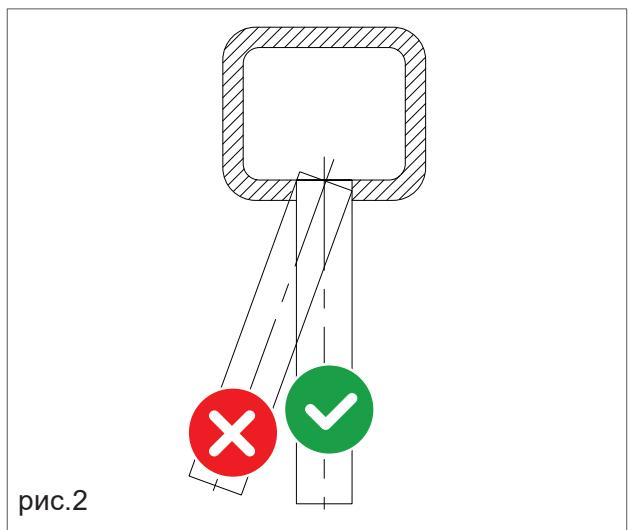

рис.2
- › Труба дымоудаления должна быть расположена перпендикулярно противоположной внутренней стене дымохода (рис. 2).